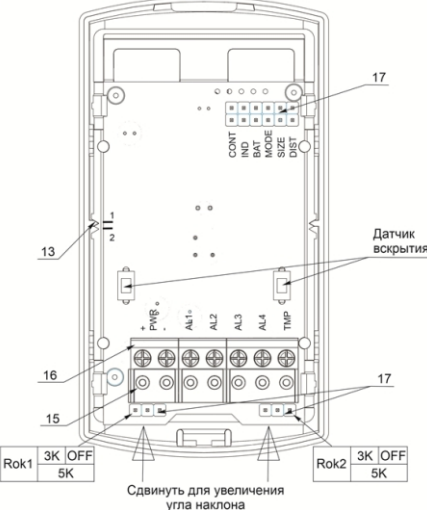

Рис. 5 Плата ИО в крышке.
Для переустановки держателя в положение «2» необходимо с небольшим усилием сдвинуть держатель вверх относительно крышки (рис. 5). Внимание: держатель (4) и линзу (2) не изымать и не переворачивать.
Подсоединить провода питания и ШС к накладной колодке в соответствии с назначением контактов (рис. 5).
Подсоединить колодку к плате (рис. 5). Установить ИО на основание.